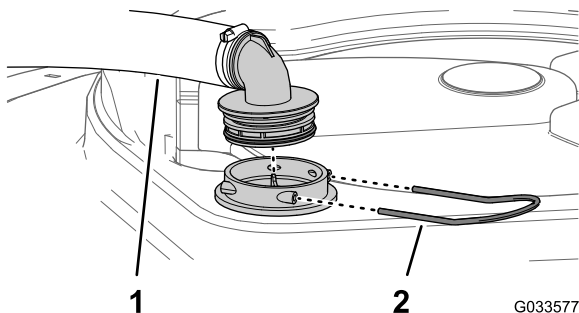

图28
2. 在打药机药缸的顶部，拆下固定从过滤器外壳连接至大软管的软管接头的卡环（图28）。
3. 从过滤器外壳上拆下软管和软管接头（图28）。